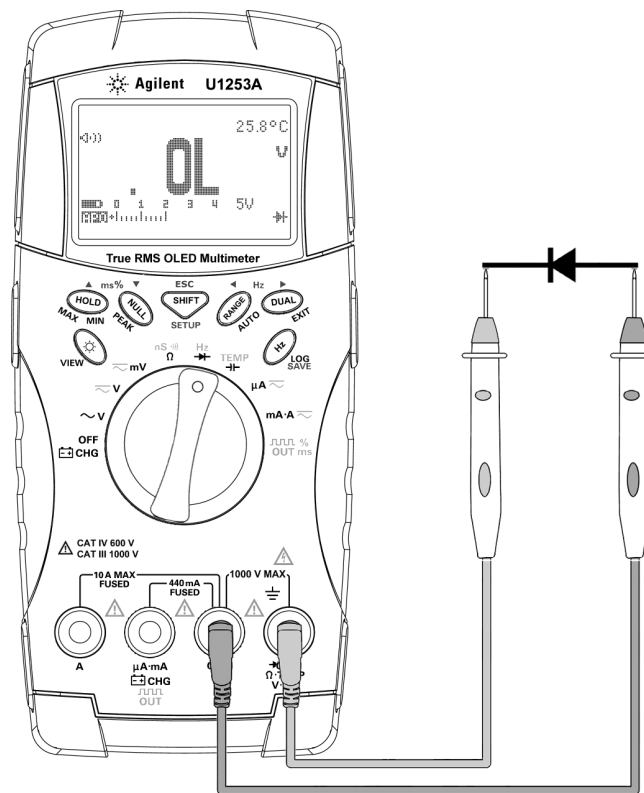

Figura 2-11 Medición de la polarización inversa de un diodo
- 5 Invierta las sondas y vuelva a medir la tensión en el diodo (consulte la Figura 2-11 en la página 47). Evalúe el diodo según las siguientes pautas: